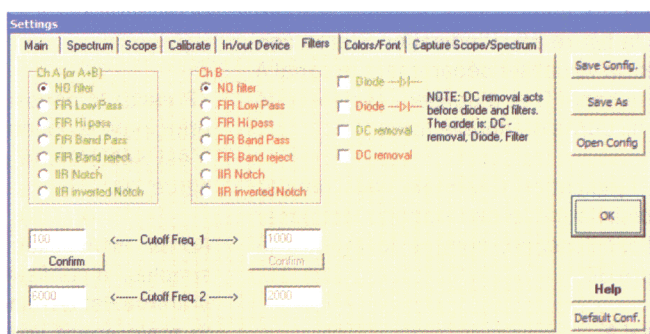

Figure 26 : Le poussoir Filters permet de sélectionner l'un des divers filtres d'entrée (passe bas, passe haut, passe bande, etc.).
Le poussoir Filters permet de sélectionner l'un des divers filtres d'entrée (passe bas, passe haut, passe bande, etc.), comme le montre la figure 26.
- Pressez le poussoir Filters de la barre principale et contrôlez qu'aucun filtre n'est sélectionné sur la fenêtre de la figure 26.